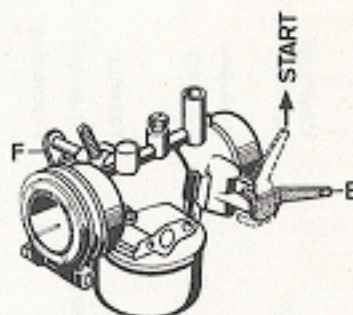

Fig. 2
- Placer le choke E (fig. 2) du carburateur en pos. "Départ".
- Starterhebel E (fig. 2) am Vergaser in Stellung "Start" bringen.
- Startarmen E (fig. 2) på forgassaren skal stå i stillingi "Start".